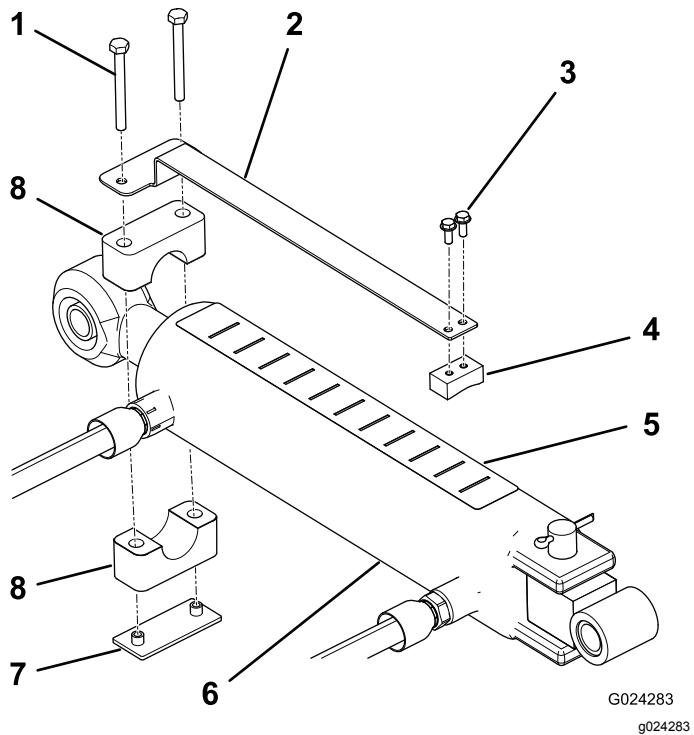

Figura 8
- Monte o medidor de profundidade no lado plano do bloco de deslocamento com dois parafusos (n.º 10 x ½ pol.), posicionando os componentes como se mostra na Figura 8.
2. Utilizando a braçadeira de tubo, placa soldada e dois parafusos ($\frac{1}{4} \times 2\frac{1}{2}$ pol.), monte, sem apertar, o medidor de profundidade na extremidade da barra do cilindro da articulação superior (Figura 8). Certifique-se de que as braçadeiras estão soltas o suficiente para permitir que sejam rodadas para a posição desejada.
4. Coloque o autocolante de profundidade na parte superior do cilindro num local que seja visível a partir da posição do operador e que não interfira com os tubos hidráulicos ou outras obstruções (Figura 8). A extremidade do autocolante com a letra "J" deve ser posicionada virada para o arejador.